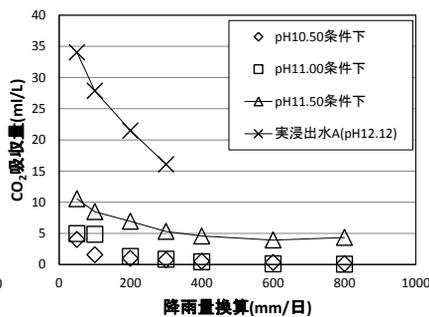

図3 炭酸ガス吸収量
- ▶ 流入量が少ないと、浸出水pHは低下する (図2)。流入量の増加に伴い、碎石表面の水膜が厚くなり、大気との接触時間も減少する (図3) ためpHが上昇する。